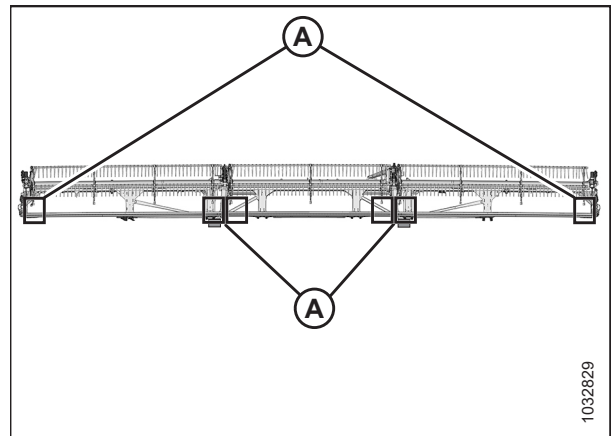

Рисунок 4.264: Точки вимірювання на жатці FlexDraper® — потрійне мотовило
- Жатки з потрійним мотовилом: Рисунок 4.264, стор. 445